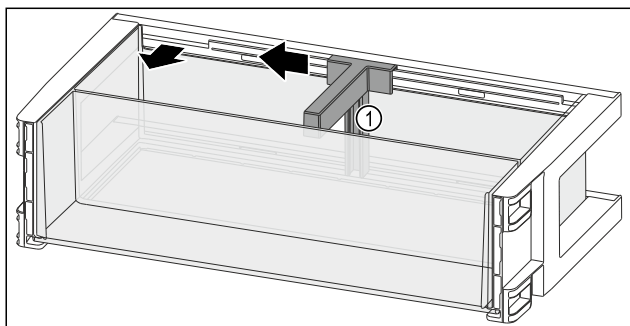

Fig. 141
- ▶ Сместите держатель для бутылок Fig. 141 (1) до выемки в сторону.
- ▶ Извлеките держатель для бутылок Fig. 141 (1).